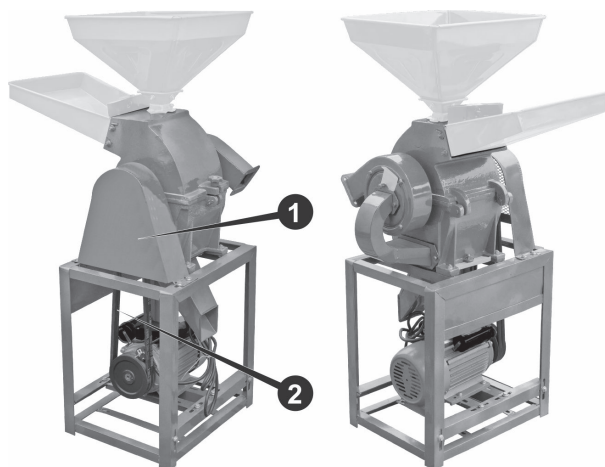

Рисунок 4. Порядок складання - 3
5.2.9. Встановити клинові приводні паси (2, рис. 4) на ведений шків на валу дробильної камери і потім на ведучий шків на двигуні. При цьому електродвигун із настановними кронштейнами необхідно трохи підняти, переміщуючи всю конструкцію вздовж пазів на вертикальних стійках рами.
5.2.13. Встановити захисний кожух (1, рис.4) пасової передачі, затягнути різьбові вироби кріплення.